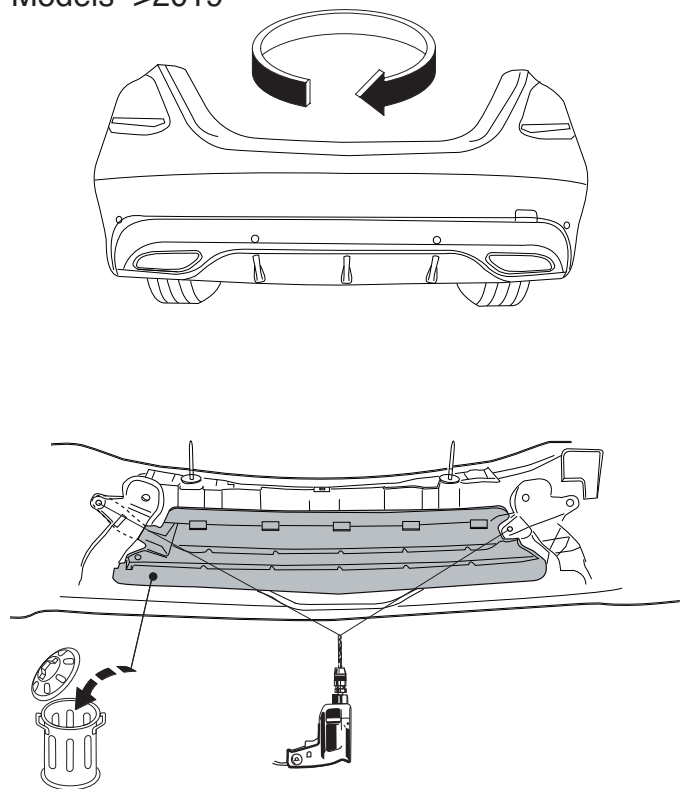

Fig. 2
2. **Для автомобилей ->2019:** Снять указанные детали. См. рисунок 2.